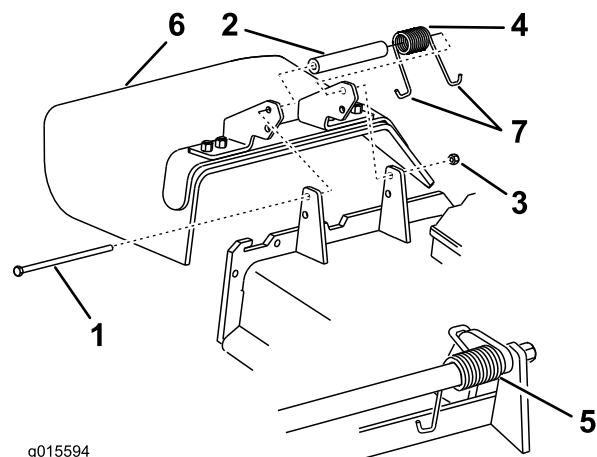

Figura 104
Nota: Verificate che un'estremità **J** della molla si trovi dietro il bordo del piatto di taglio prima di montare il bullone, come illustrato nella Figura 104.
3. Montate il bullone e il dado. Infilate un'estremità a gancio **J** della molla attorno al deflettore dello sfalcio (Figura 104).
1. Togliete il dado di bloccaggio, il bullone, la molla e il distanziale che fissano il deflettore alle staffe orientabili del tosaerba (Figura 104). Togliete il deflettore di sfalcio se è danneggiato o consumato.